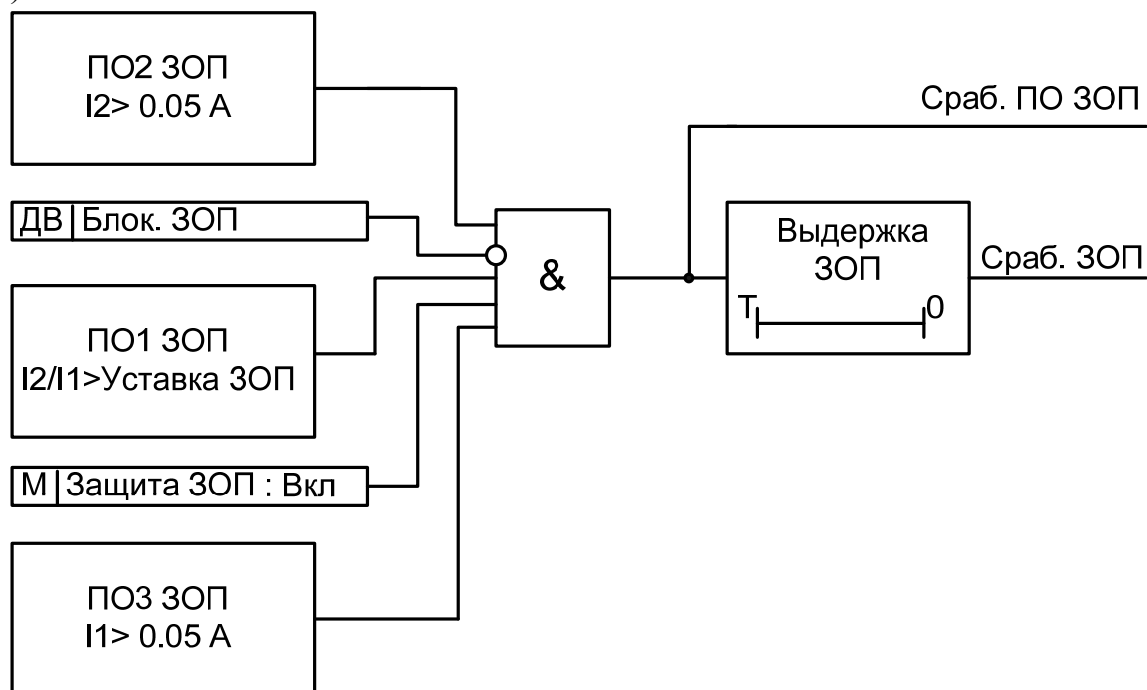

Рис. 14 Функциональная схема блока ЗОП
2.5.5 Функциональная схема блока защиты по току обратной последовательности (ЗОП) приведена на рис.14.